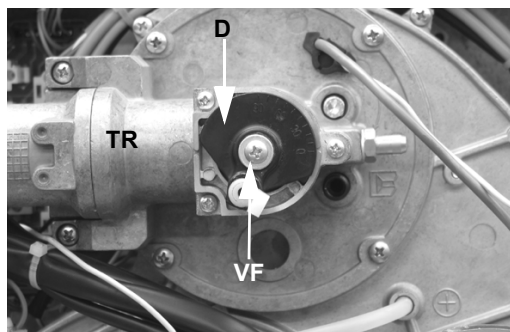
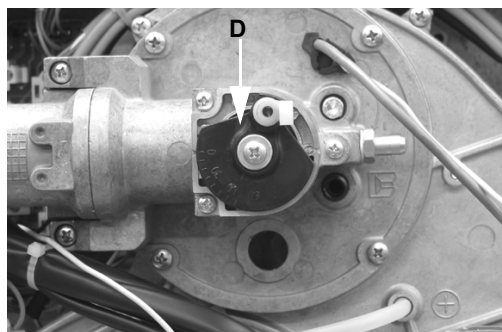

Рис. 24 - Стандартное положение
Рис. 25 - Новое положение
- 5 Отсоединить сопло от фланцевого патрубка и смонтировать его обратной стороной, как это изображено на Рис. 24 и Fig. 25, закрепив его снятыми до этого винтами.